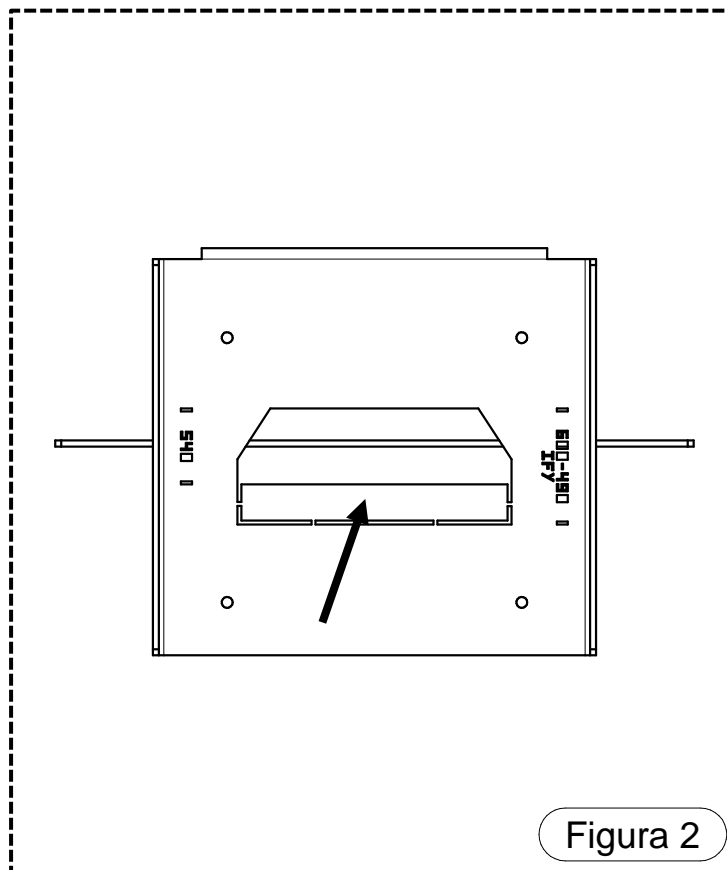

Figura 2
La cantidad de tacos a utilizar depende del tipo de soporte en el que se instala el insertable para chimenea; siga la plantilla de perforación indicada en la figura 2. Si el soporte no fuera compacto, se aconseja rehacerlo de hormigón en modo de fijar la base de manera estable.
- 2) Fije fuertemente el pedestal al suelo con tacos expansibles de acero de D.10 mm. Se aconseja vivamente controlar que el suelo donde se fijan los tacos sea compacto y adecuado para sostener la eventual tracción dada por la extracción del insertable para chimenea y luego proceda a ensamblar la base fija al pedestal (figura 2).